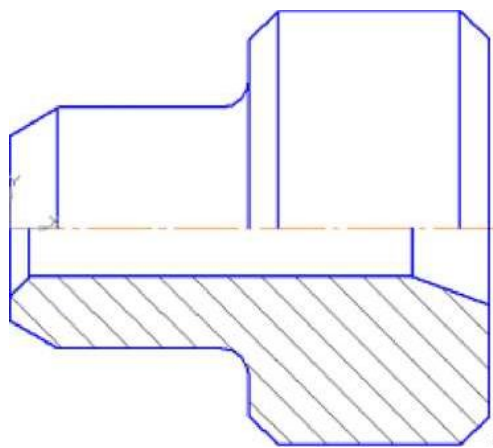

Рисунок 2.
8. Выполните штриховку с параметрами: шаг 5 мм, угол наклона  $45^\circ$ . Для выполнения вертикальных линий сделайте активной команду **Отрезок**  на панели *Геометрия*. Проведите вертикальные прямые до осевой линии (глобальная привязка **Пересечение** должна быть включена), рисунок 2.